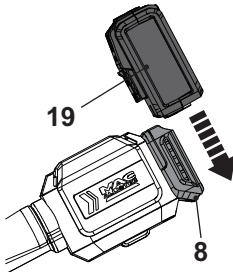

Fig. 10
1. Alignez le bloc-batterie (19) avec les fentes coulissantes du port de connexion de la batterie (8) et faites glisser le bloc-batterie pour le fixer. Assurez-vous qu'il s'enclenche bien (Fig. 10).